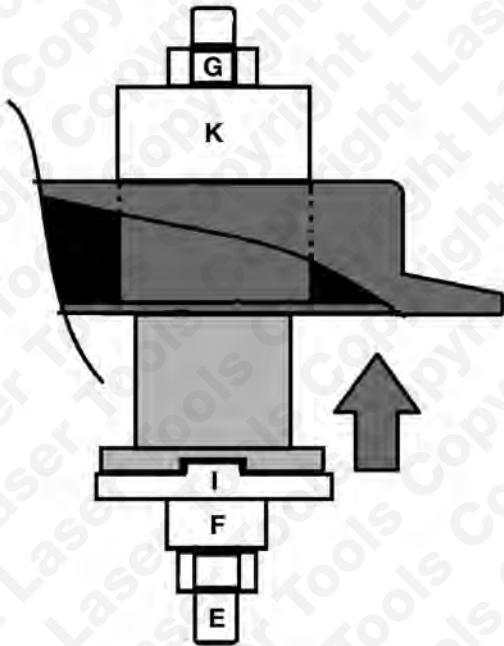

Fig. 7
- Pour l'insertion, installer l'outil comme illustré à la **Fig. 7**.